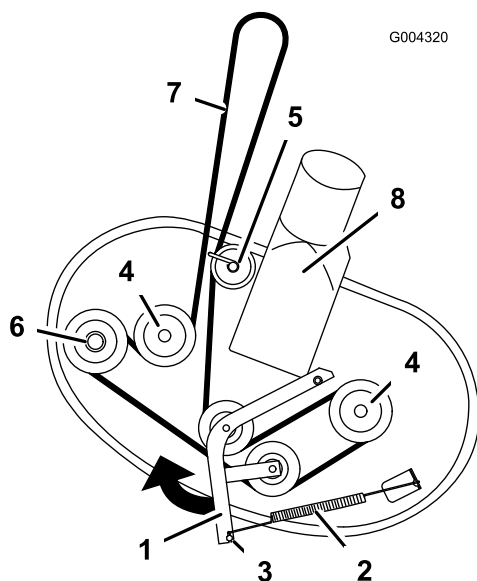

Figura 59
5. Allentate il dispositivo di fissaggio che fissa il paracinghia alla puleggia posteriore (Figura 59).
6. Tirate il braccio di rinvio nel senso riportato nella Figura 59, e togliete la cinghia dalle pulegge.
7. Montate la nuova cinghia attorno alla puleggia del motore ed a quelle del tosaerba (Figura 59). Montate la nuova cinghia sotto il guidacinghia e attorno alla puleggia posteriore.
8. Tirate la puleggia tendicinghia nel senso riportato nella Figura 59, e montate la cinghia sul braccio di rinvio e sulle pulegge del mandrino (Figura 59).
9. Serrate il dispositivo di fissaggio che fissa il paracinghia alla puleggia posteriore (Figura 59).